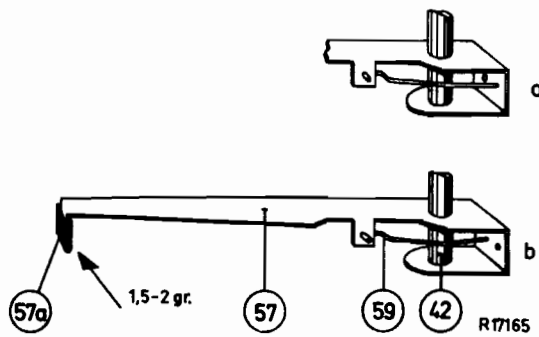

Fig.7
- Fig. 7 Figuren ter toelichting bij de beschrijving van de t/m 49 werking en het instellen van het mechanisme.
Bij het draaien van de combinatie; arm 25 en as 42 wordt door de aanwezigheid van friktieveertje 59, ook de meenemer 57 gedraaid (zie fig. 7 en 8).